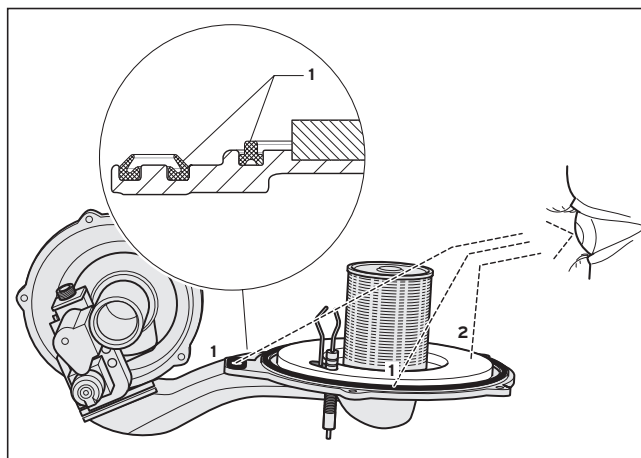

Abb. 7.3 Dichtungen (1) erneuern und Brennerflansch-Isolierung (2) prüfen
Verbrennungs- und Beschädigungsgefahr durch Austritt heißer Abgase! Beide Silikondichtungen (1) am Thermo-Kompaktmodul (Abb. 7.3) (ET-Nr. 98-1046) nach jedem Ausbau des Moduls im Rahmen der Wartung immer austauschen! Brennerflanschisolierung (2) am Thermo-Kompaktmodul (Abb. 7.3) (ET-Nr. 21-0734) darf keine Beschädigung aufweisen. Andernfalls diese ebenfalls austauschen.
- Erneuern Sie die Silikondichtungen (1)
- Stecken Sie das Thermo-Kompaktmodul (8) auf den Integral-Kondensations-Wärmetauscher (9).
- Schrauben Sie die 5 Muttern (7) gleichmäßig über Kreuz fest.
- Setzen Sie das Luftansaugrohr (2) am Ansaugstutzen auf, und ziehen Sie die Schraube (1) fest.